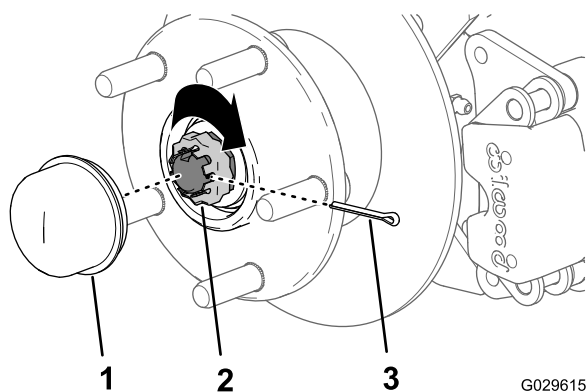

Рисунок 32
8. Установите держатель поверх гайки и проверьте совмещение паза в держателе с отверстием в шпинделе под шплинт (Рисунок 32).
9. Установите шплинт и загните обе лапки вокруг держателя (Рисунок 32).
10. Установите пылезащитную крышку на ступицу (Рисунок 32).